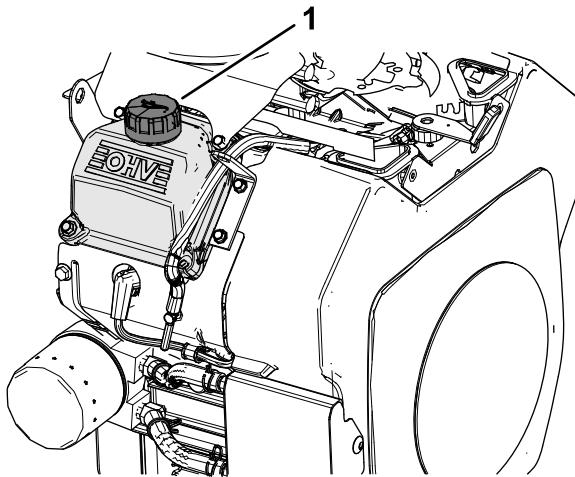

Figura 32
6. Verta lentamente cerca de 80% do óleo especificado no tubo de enchimento (Figura 32) da cobertura da válvula; consulte Especificação do óleo do motor \(página 29\).